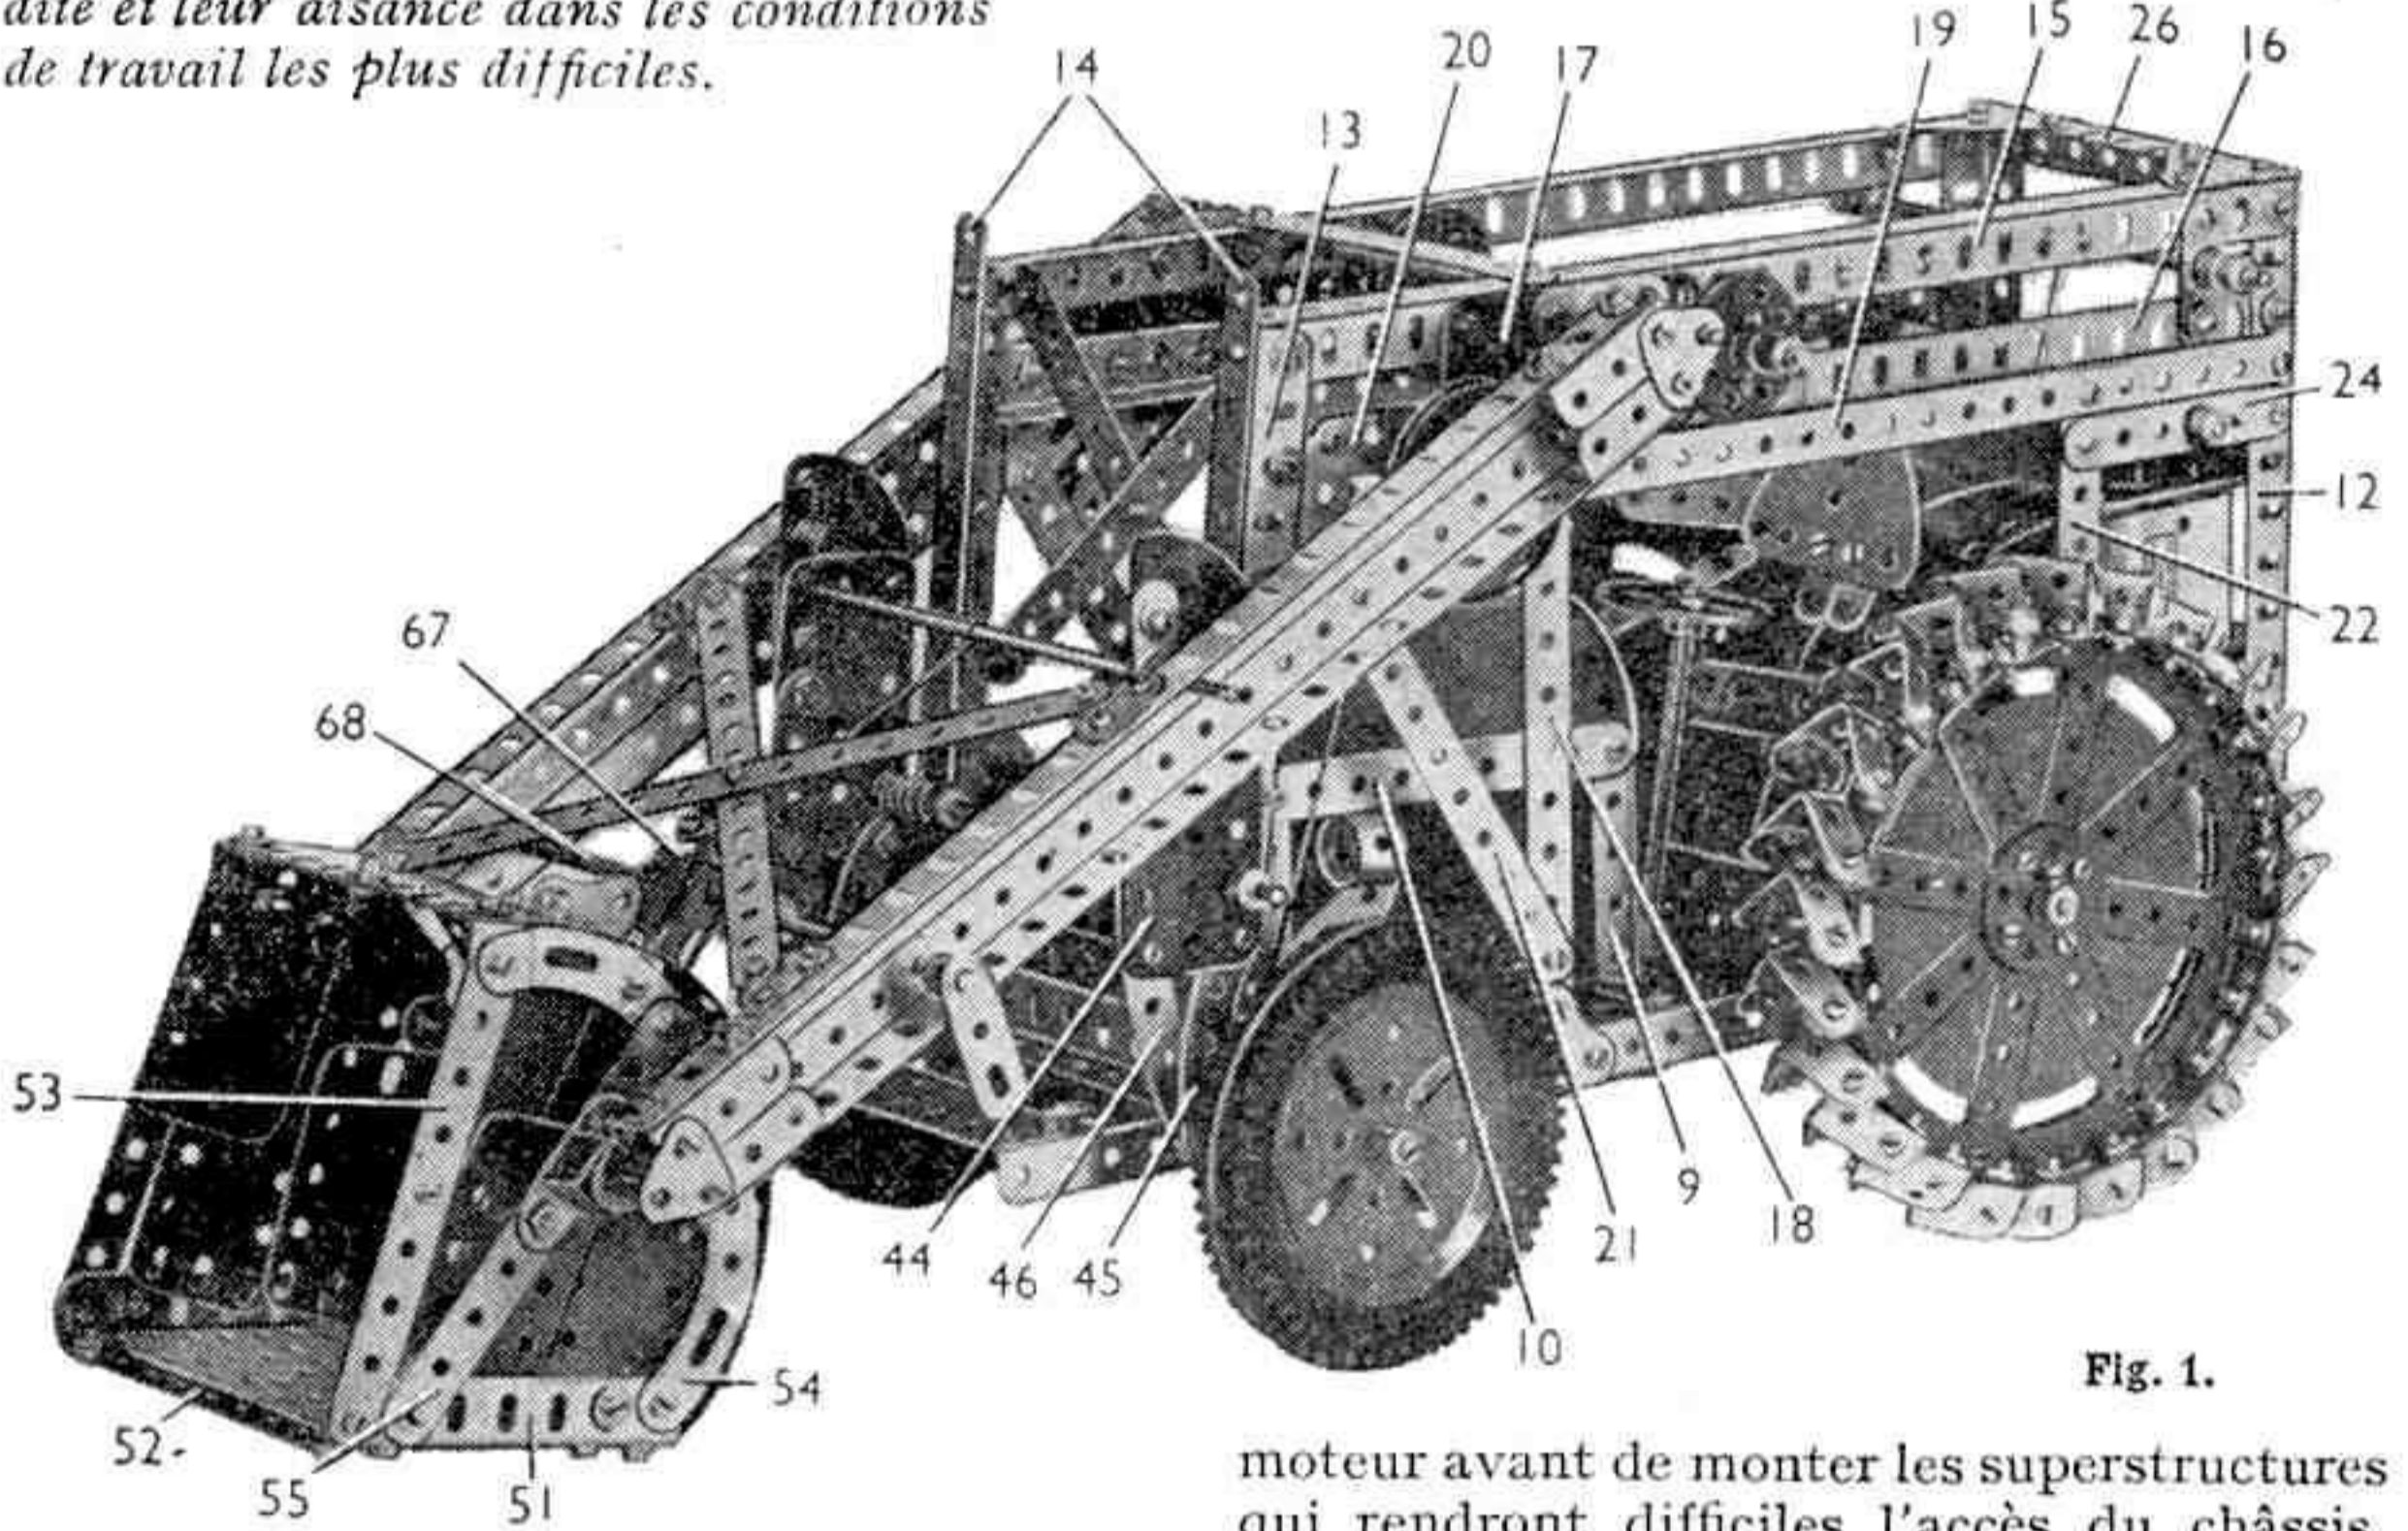

Fig. 1.
Chaque côté du capot (fig. 1) est formé par deux cornières verticales de 5 trous (9) réunies à leurs extrémités supérieures par une bande de 9 trous (1). Les cornières (9) avant sont fixées sur la cornière (6); les cornières (9) arrière sont fixées à une cornière de 5 trous boulonnée sur le bord de la plaque (8). Les deux bandes (10) sont reliées par deux plaques flexibles de  $11,5 \times 6$  cm. (11) incurvées (fig. 3). L'avant et l'arrière du capot sont formés chacun d'une plaque sans rebords de  $6 \times 6$  cm. surmontée d'une plaque semi-circulaire.
Les deux côtés du bâti sont de construction identique. Une cornière de 15 trous (12) est boulonnée verticalement à chaque angle arrière du châssis, et elle est étayée par deux grands goussets d'assemblage (fig. 1 et 4).